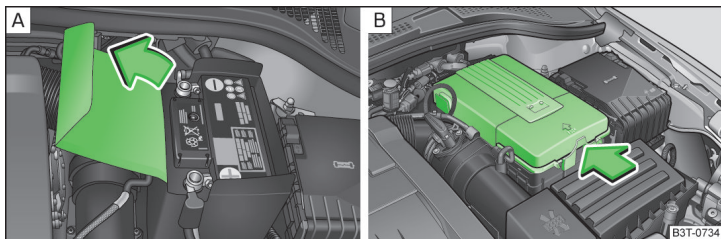

Fig. 169 Cache en polyester de la batterie du véhicule / Cache en plastique de la batterie du véhicule
La batterie se trouve dans le compartiment moteur, dans le cas de certains équipements sous un cache en polyester » fig. 169 ou le compartiment latéral du coffre à bagages » page 107.
- Ouvrez le cache de la batterie dans le sens de la flèche » fig. 169 -  ou poussez le verrouillage sur le côté du cache de la batterie » fig. 169 -  dans le sens de la flèche.